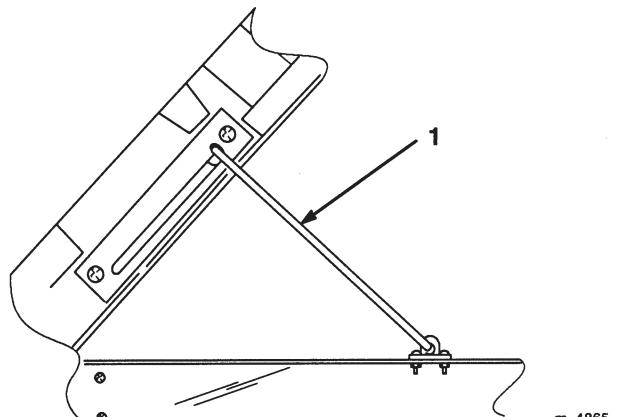

Bild 10
3. Heben Sie die Lastmulde voll an und senken sie dann leicht ab, um den Ständer eingreifen zu lassen (Bild 10).